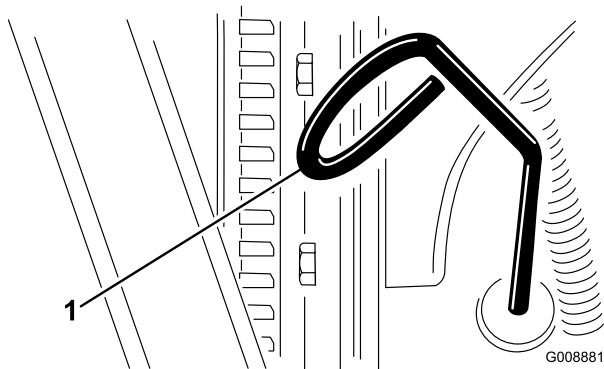

Рисунок 20
2. Выньте измерительный щуп (Рисунок 20) и протрите его чистой ветошью.